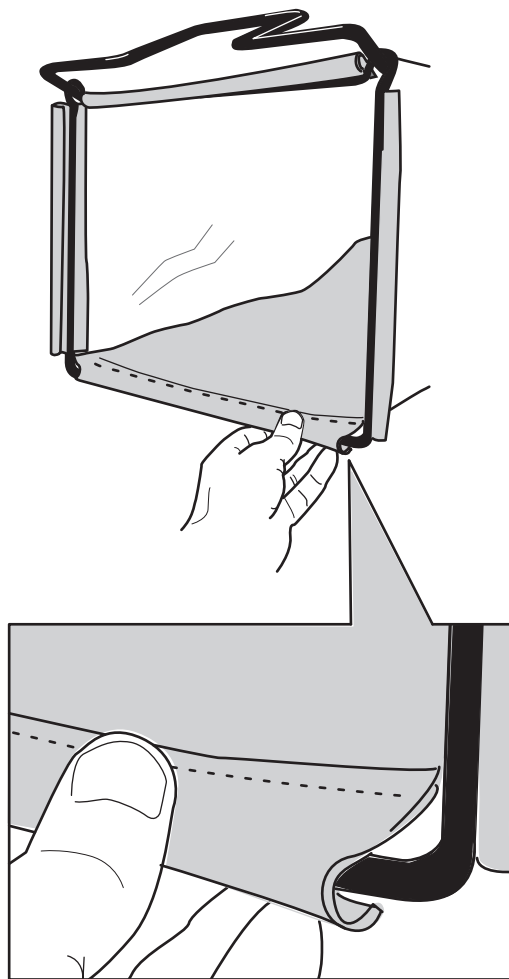

Figure 7
2. Accrochez la glissière inférieure du bac au bas de l'armature (Figure 7).
3. Accrochez les glissières supérieur et latérales du bac au sommet et sur les côté de l'armature respectivement (Figure 7).